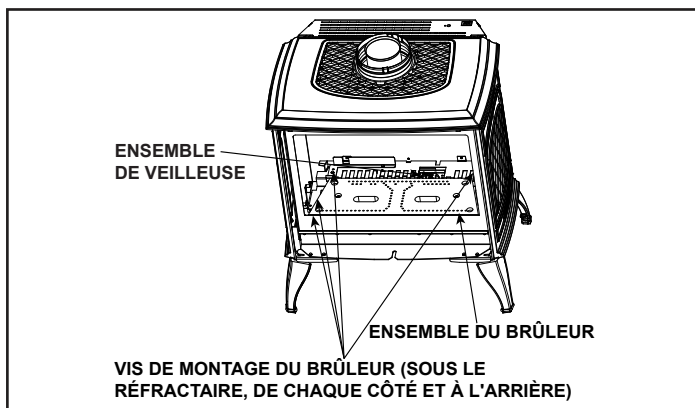

Figure 6.12 Retirer le brûleur
12. La veilleuse doit être légèrement soulevée pour permettre le retrait du brûleur. À l'aide d'un embout de 1/4 po, retirez les deux vis fixant la veilleuse au brûleur. Retirez le bouclier de la veilleuse et soulevez légèrement la veilleuse jusqu'à ce que les languettes de montage de la veilleuse soient dégagées. Voir la Figure 6.12.
13. À l'aide d'un embout de 1/4 po, retirez les deux vis de montage du brûleur de chaque côté de celui-ci. Retirez les deux vis fixant le brûleur à la paroi arrière de la boîte à feu. Voir la Figure 6.12. Retirez le brûleur du poêle.